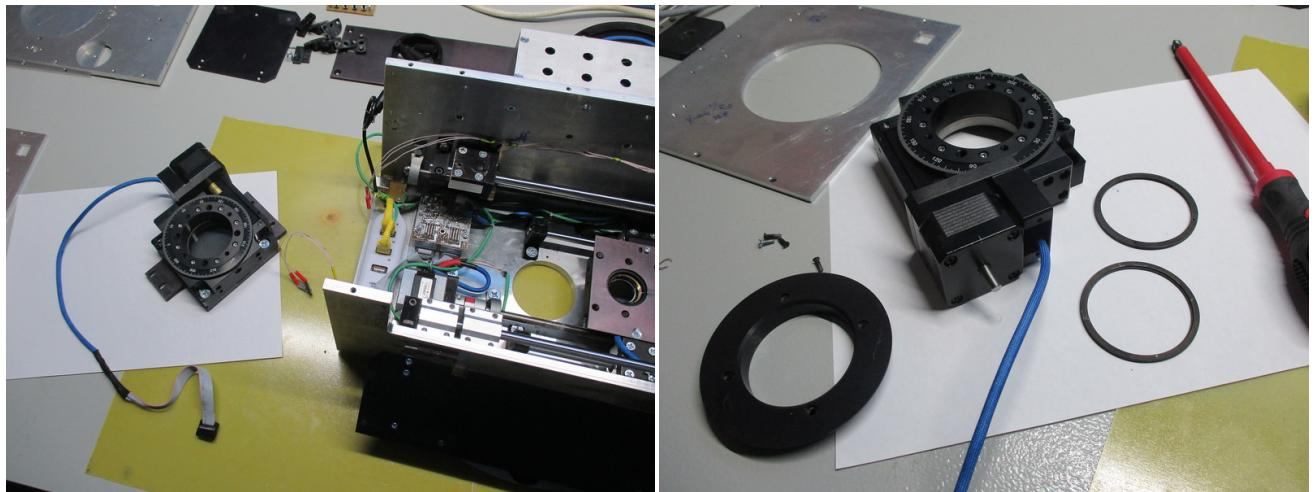

Рис. 20: Отсоединение платформы анализатора поляризации.
7. Отключить от контроллера анализатора поляризации шлейфы двигателей ротатора и линейного транслятора. Раскрутить винты, крепящие платформу анализатора поляризации к линейному транслятору (рис. 20 слева). Отделить ротатор анализатора поляризации от платформы. На задней стороне ротатора раскрутить винты, удерживающие накладку поляроида. Извлечь поляроид.